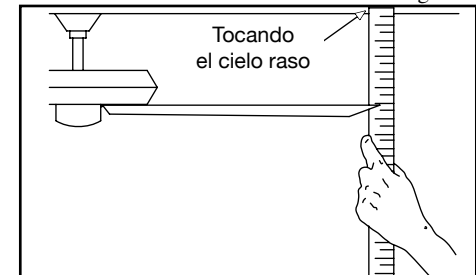

Figura 10
2. La mayoría de los problemas de oscilación del ventilador se deben a que las aspas no están al mismo nivel. Verifique este nivel seleccionando un punto en el cielo raso sobre la punta de una de las aspas. Mide desde un punto en el centro de cada asa al punto en el techo. Mide esta distancia como se muestra en la Figura 10. Gira el ventilador hasta que la siguiente asa quede en posición para medir. Repite el procedimiento para cada asa. Las desviaciones de la medición no deben pasar de 1/8" (3.2 mm). Deja que el ventilador funcione por 10 minutos.